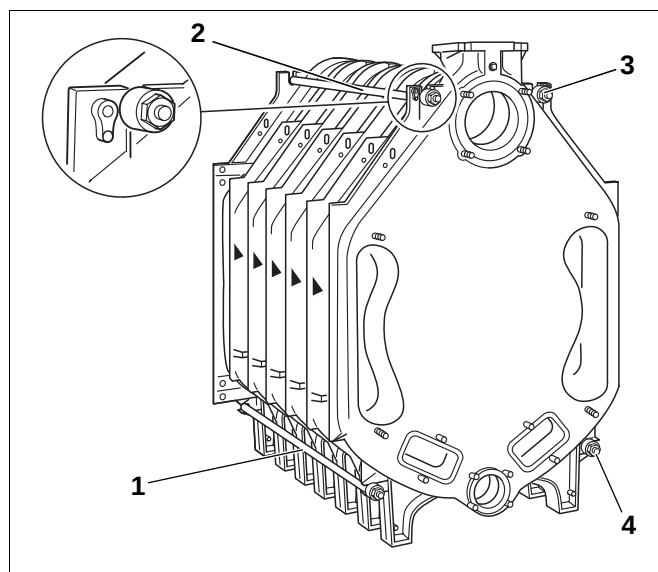

Fig. 19 Montasje-ankerstag
- Sett ankerstagene med de monterte fjæringspakkene inn i knastene på høyre og venstre side, oppe og nede ved siden av kjelens nav (fig. 19, pos. 1 – 4).